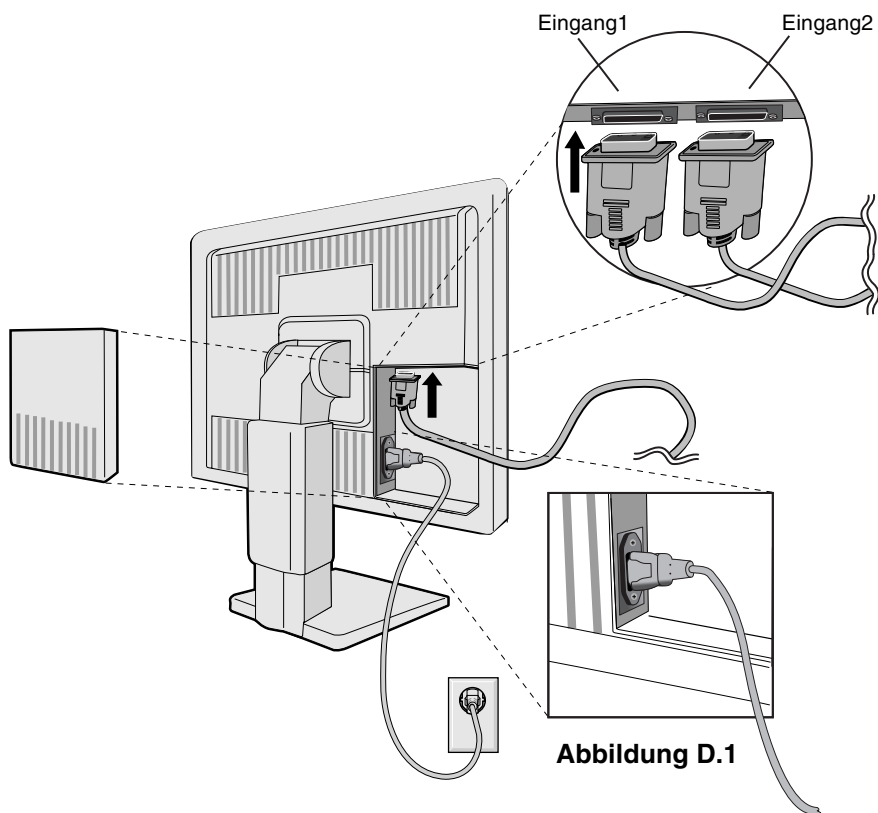

Abbildung C.1
3. Entfernen Sie die Anschlussabdeckung. Stecken Sie das DVI-Signalkabel in den Anschluss auf der Rückseite des Monitors ein. Verlegen Sie das Signalkabel (**Abbildung C.1**).